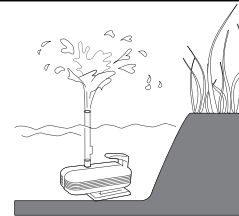
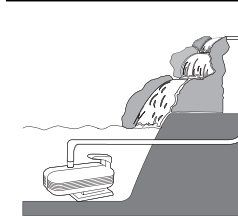

**Fig.4**
**Fig.5 WATER EFFECTS**
**INSTALLAZIONE** La pompa è dotata di accessori per creare differenti giochi d'acqua (fig. 5/ A-B-C a pag.39). E' inoltre possibile collegare la pompa stessa a tubi rigidi o flessibili di vario diametro, per esempio per creare cascate (fig. 5/D pag 39). Il tubo telescopico è dotato di un rubinetto che permette di regolare la portata d'acqua del gioco d'acqua (fig. 4 pag.38). Nello stesso tubo telescopico è presente una seconda uscita, anch'essa provvista di rubinetto di regolazione, che permette di collegare la pompa ad un ulteriore tubo rigido o flessibile (escluso FNT adv 800), creando quindi un ulteriore gioco d'acqua (come mostrato in figura 5/E a pag 39).